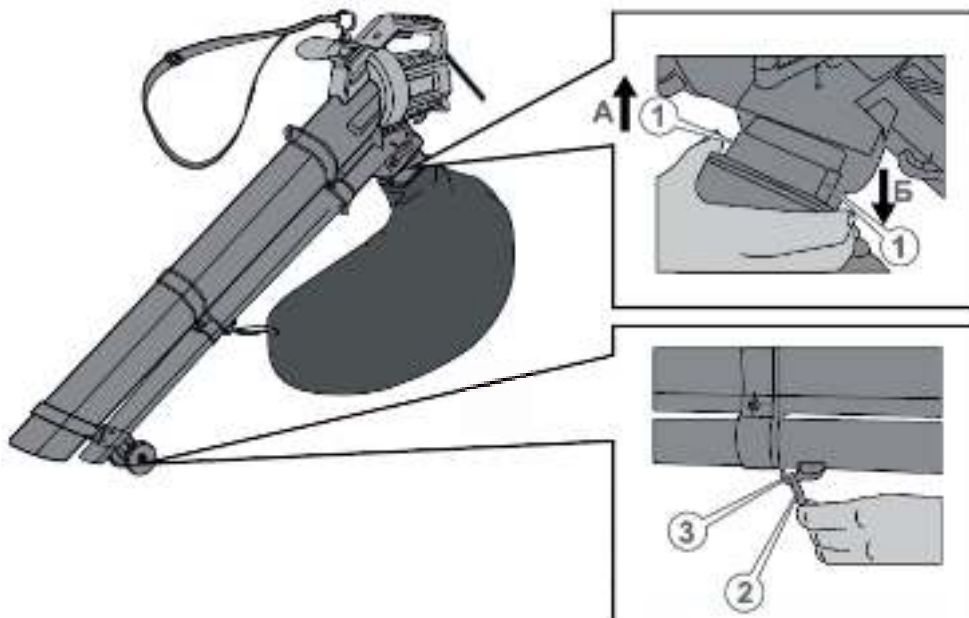

Рис. 4
**Установка мешка мусоросборника (рис. 4)**
1. Нажмите на фиксаторы (1) на разъеме мешка и с небольшим усилием надавите на разъем мешка в направлении стрелки (А) до появления характерного щелчка, чтобы фиксаторы надежно вошли в пазы на корпусе силового агрегата. Не рекомендуется прилагать чрезмерные усилия при установке мешка. Если мешок подсоединяется с трудом, значит, либо действия по установке выполняются неправильно, либо в пазы корпуса попал мусор.
3. Для удобства работы наденьте петлю мешка (2) на крючок, расположенный на выдувной трубе (3).